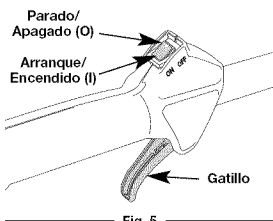

Fig. 5
NOTA: No hay necesidad de encender la unidad. El Control de Parada Encendido/Apagado (On/Off) está en la posición Encendido (ON) (I), en todo momento (Fig. 5).
2. Oprima y mantenga oprimido el control de encendido y apagado en la posición de APAGADO (O) hasta que el motor se detenga por completo (Fig. 5).